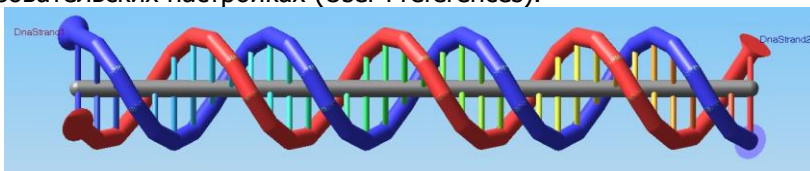

Рис.9. Режим представления Cylinder
**Cylinder (Цилиндр).** Выбор режима Cylinder изменяет отображение выбранных частей, которые отображаются как цилиндры (рис.9), чей вид зависит от значений указанных в пользовательских настройках (User Preferences).